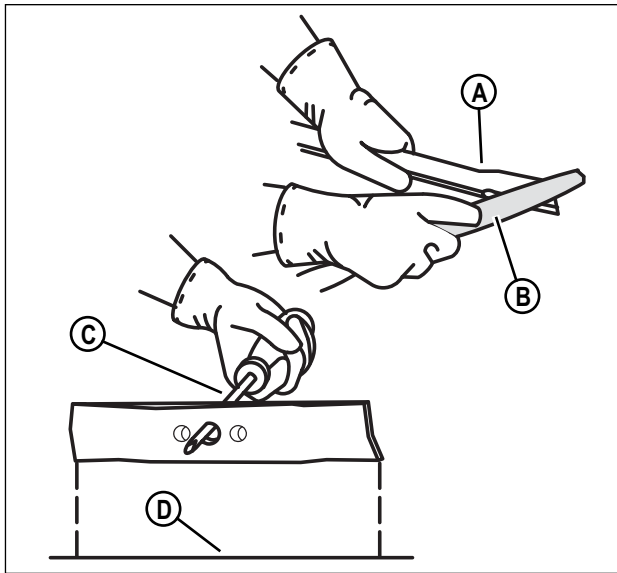

Figure 19 : Aiguillage de la lame
4. Aiguisez la lame (**A, Figure 19, page suivante**) avec une lime (**B**). Assurez-vous de maintenir le bord de coupe avec le même biseautage qu'à l'origine.